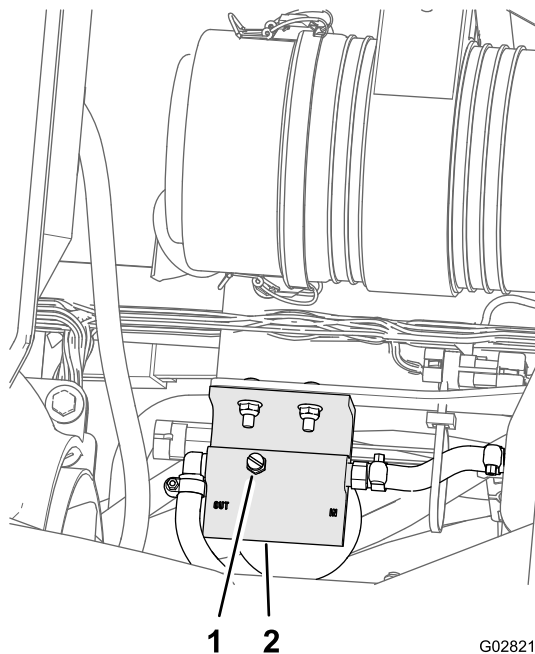

Figura 73
5. Desaperte o tampão de ventilação na parte superior do separador combustível/óleo (Figura 73).
7. Aperte o tampão de ventilação e rode o interruptor da ignição para a posição DESLIGAR (Figura 73).